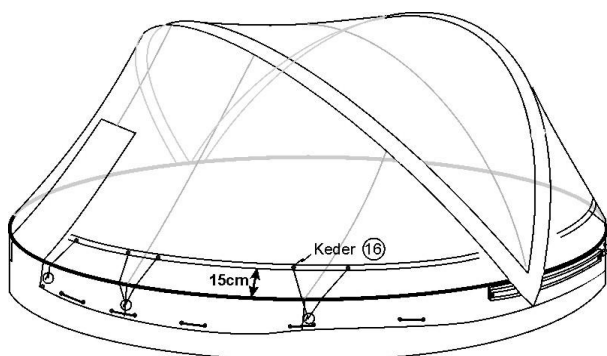
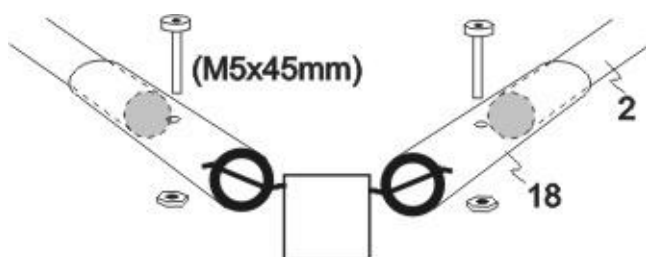

Abb. 9.1
Abb. 9.2
- Befindet sich der Keder weniger als 15 cm vom Schwimmbeckenrand (Abb. 9.1), müssen in die Einsteckhülsen (18) Schrauben (M5x45mm) laut Skizze eingesteckt werden. (Abb. 9.2)
- Ist der Reißverschluss schwer zu schließen durch die Spannung in der Folie, so ist die richtige Positionierung der „C“ Profile zu überprüfen. Falls die „C“ Profile richtig positioniert sind, müssen in die Einsteckhülsen (18) Schrauben (M5x45mm) laut Skizze eingesteckt werden.
- Bei voll eingebauten Becken müssen immer in die Einsteckhülsen (18) Schrauben (M5x45mm) laut Skizze eingesteckt werden.